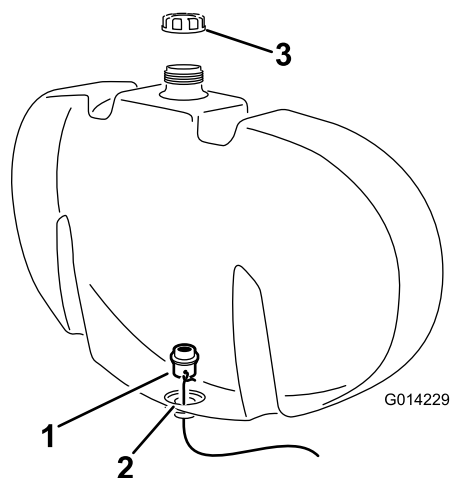

Figure 10
- D. Utilisez le fil pour guider le raccord de traversée jusqu'à l'orifice de sortie (Figure 10).
- E. Positionnez le raccord de traversée en prenant soin de placer le joint à épaulement en appui contre la paroi intérieure du réservoir de rinçage (Figure 10).